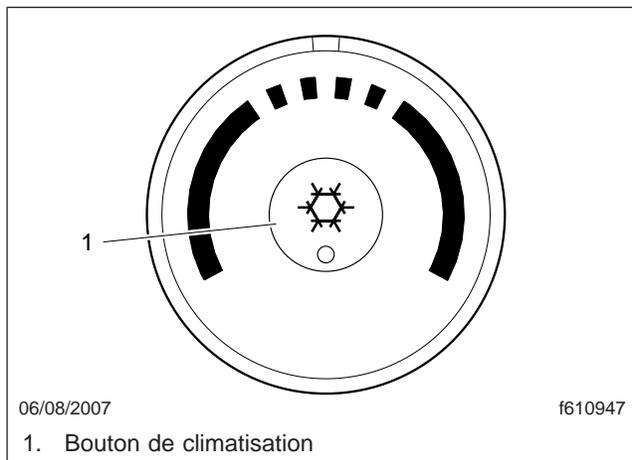

Fig. 7.3, Sélecteur de température avec climatisation
Le sélecteur de température est utilisé pour choisir la température voulue. Tournez le sélecteur (anneau extérieur) dans le sens horaire vers la zone rouge pour obtenir de l'air chaud. Tournez le sélecteur dans le sens antihoraire vers la zone bleue pour obtenir de l'air frais. Voir la figure 7.3.
Le climatiseur refroidit et déshumidifie l'air à l'intérieur de la cabine. Appuyez sur le bouton de climatisation qui se trouve au centre du sélecteur de température pour mettre en marche (ON) ou arrêter (OFF) la climatisation. Voir la figure 7.3.